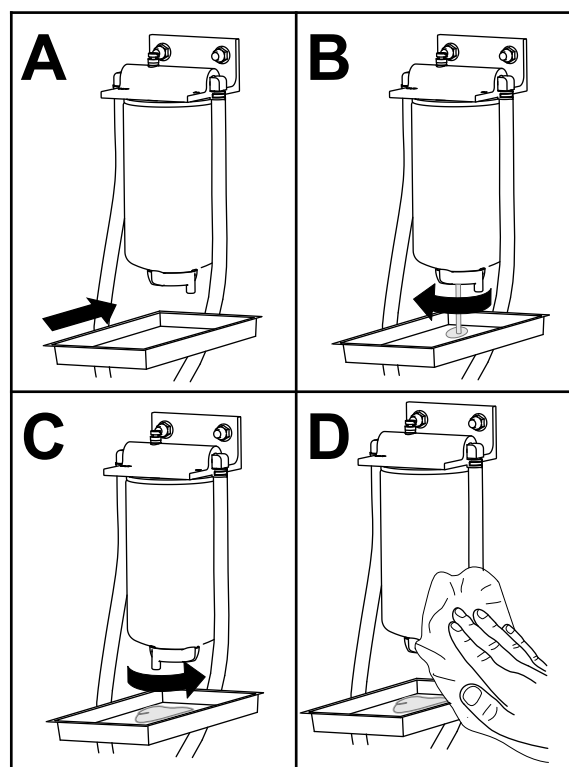

Figure 51
1. Faites l'entretien du séparateur carburant-eau comme montré à la Figure 51.